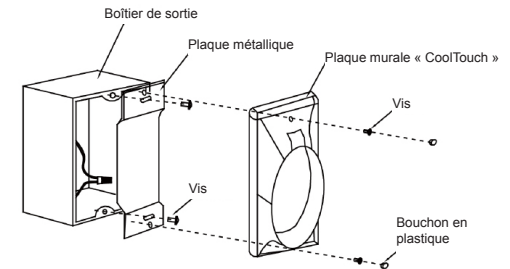

Fig. 27
**Étape 1.** À l'aide d'un tournevis, retirez le couvercle des piles du combiné et conservez la vis pour une utilisation ultérieure. (Fig. 27)